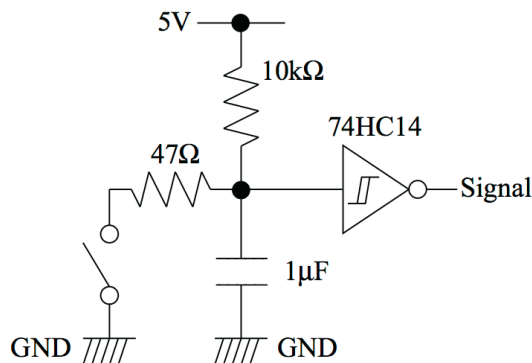
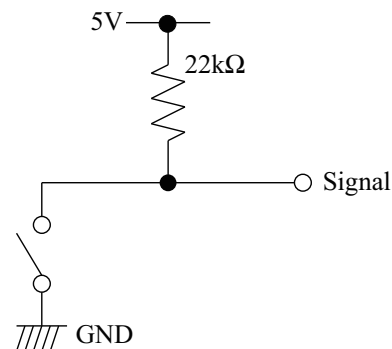

Fig. 6: チャタリング防止回路
Fig. 7: 単純なスイッチ回路
本 Tutorial で製作してもらおうチャタリング防止回路を Fig. 6 に示す。この回路はコンデンサで波形をなめらかにし、シュミットトリガで波形をきれいな方形波に成形している。ちなみに、最も単純なスイッチ回路は Fig. 7 である。
課題 1, 2 で作成した Fig.6 と Fig.7 の回路の動作確認をせよ。Tutorial1A 担当者にマイコン上で動作確認できるプログラムを作成してもらいたい。特に以下の点に注意すること。
- Fig.7 の Signal 端子はスイッチ導通時に 0V, 非導通時に 5V になるか。